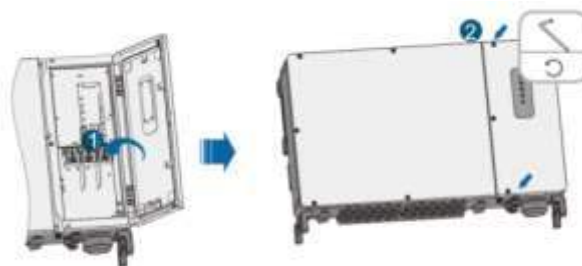

Fig. 4-52 Limit lever
- Suelte la palanca límite (Fig. 4-52).